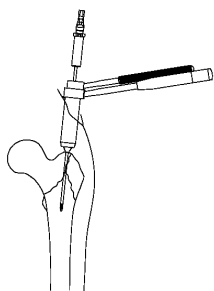
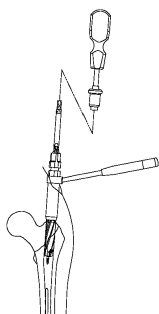
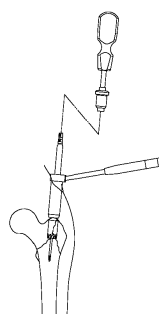

図3
図4
図5
- プロキシマルリーマーを使用する場合は、スキンプロテクターにガイドピンスリーブを組み付け、3.2 ガイドピンの刺入後（図3）、リーマー後端にグリップハンドルを接続し、リーミングします。（図4）大転子の骨折部付近にネイル挿入口を作成する場合には、クラウンリーマーを用います。（図5）